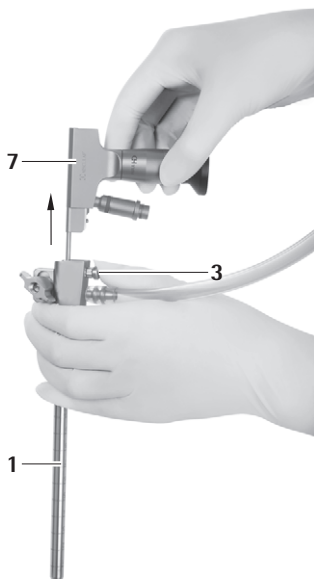

Fig. 11
- ▶ Tryk på udløserknappen 3 og træk endoskopet 5 ud af MINOP InVent-trokaren 1, se Fig. 11.